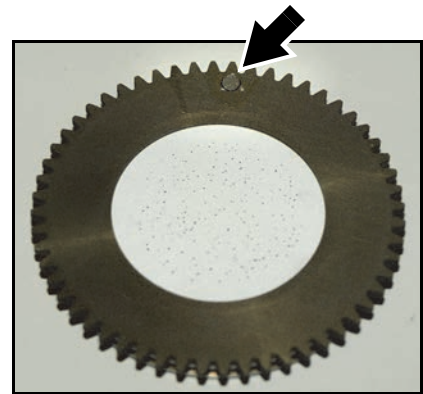

Bild 15: Magnet des Gobohalters
5. Siehe Bild 15. Drehen Sie die Gobofassung, bis der Magnet (Pfeil) mit einem selbst gewählten Referenzpunkt des Moduls übereinstimmt. Ersetzen Sie die Gobos immer einzeln und drehen Sie den Magneten immer auf den Referenzpunkt. Drehen Sie das Goborad nicht, wenn Gobofassungen entfernt wurden. Dadurch vermeiden Sie die Korrektur der Indexwerte der Lichtsteuerung nach der Wartung.